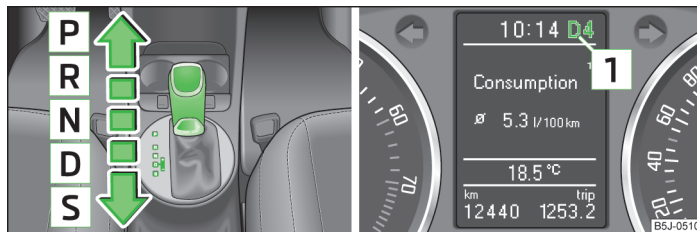

Fig. 90 Leva selettoria / display informativo: Posizioni della leva selettoria
Sul display della strumentazione combinata **1** » fig. 90 sarà visualizzata la posizione attuale della leva selettoria.
► Partendo dalla posizione **D**, premere la leva selettoria verso destra. Nel display della strumentazione combinata, sarà visualizzata la posizione della leva selettoria **1** appena innestata » fig. 90 a pagina 100.